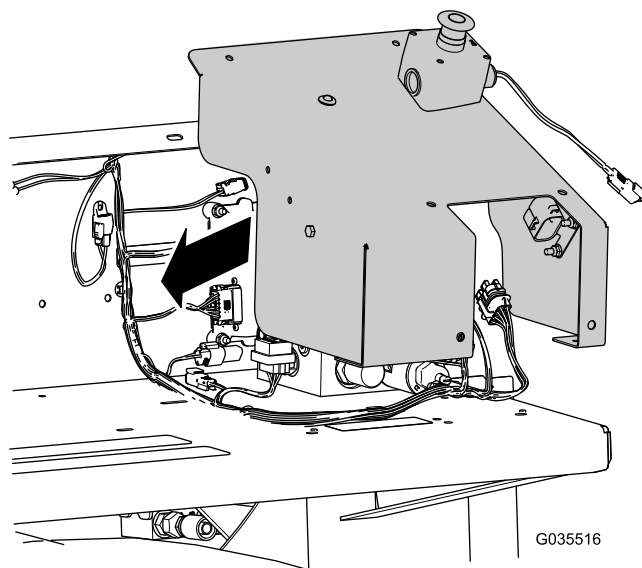

Figure 18
9. Placez le couvercle, avec le relais, le capuchon du porte-fusible, le témoin et le bouton d'arrêt d'urgence montés précédemment, sur l'aile (Figure 18).